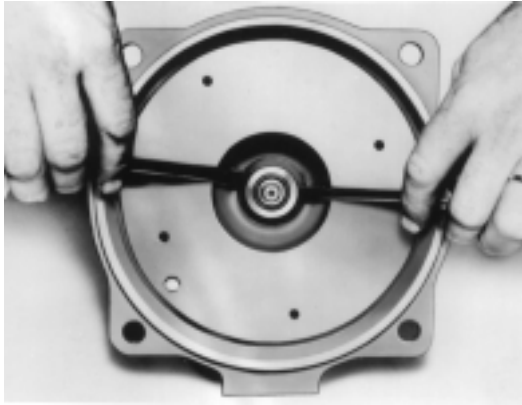

Figura 7
1. Quite los pernos (370) de la carcasa.
2. Quite el conjunto de desmontaje de la caja de rodamientos de la carcasa (100).
3. Quite la junta de empaque (351). Deséchela.
5. Mientras sujeta el eje con la herramienta apropiada (unidades compactas) o con una llave de correa (unidades montadas en caja) quite la tuerca (304) del impulsor girando en sentido SINISTRORSO. La tuerca del impulsor puede necesitar que se caliente con una antorcha para quitarla.
6. Mientras sujeta el eje, quite el impulsor (101) girando en sentido SINISTRORSO. El impulsor puede que se necesite calentar para quitarlo.
7. Usando dos destornilladores, haga palanca girando la sección del conjunto (383) del sello mecánico. Deseche. Vea la Figura 7.